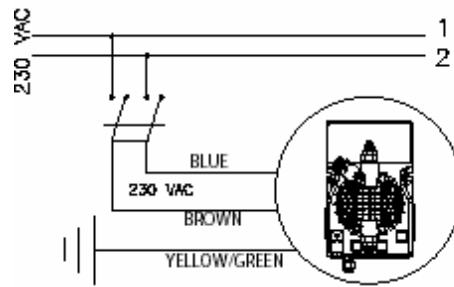

Рис. 4
1. Завершити з'єднання піни від електричної розетки або вимкнути живлення двополюсним вимикачем з мінімальною відстанню між контактами 3 мм (Рис. 4)
- Від'єднати піни від електричної розетки або вимкнути живлення двополюсним вимикачем з мінімальною відстанню між контактами 3 мм (Рис. 4)
- б.** – Перед початком установки ознайомтеся з правилами електричних підключень у вашому регіоні. (Рис. 4)